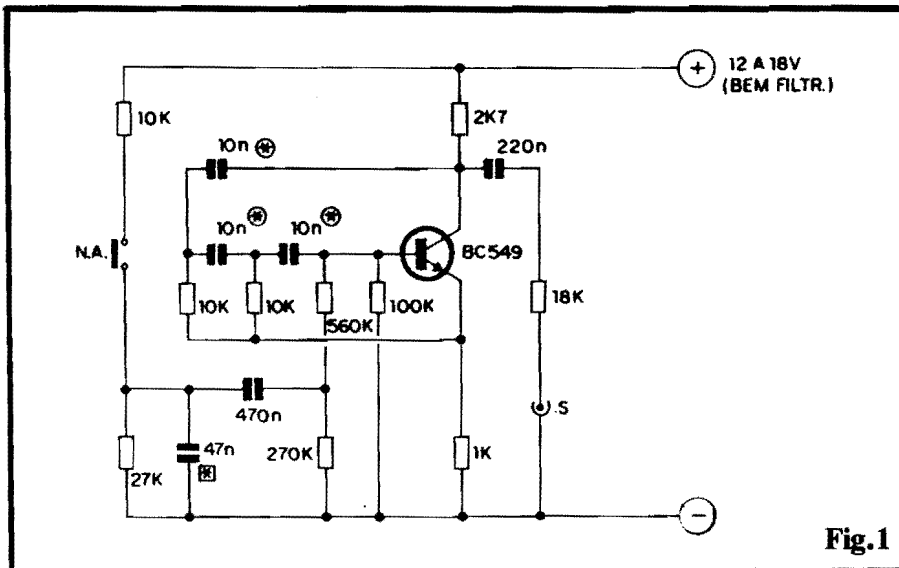

Fig. 1
- FIG. 1 - DIAGRAMA ESQUEMÁTICO DO CIRCUITO - Um único transistor, conforme já foi dito, realiza todo o trabalho fundamental no circuito, cujo arranjo é conhecido como "oscilador por desvio de fase". O tal "desvio" ou "rotação" de fase, é promovido pela sequência de resistores de 10K e capacitores de 10n, realimentando a saída do bloco à sua entrada (base do BC549...), com o que se consegue uma manifestação senoidal, bastante "rica", difícil de ser obtida em outras configurações circuitais... A polarização básica do transistor, contudo, não é "livre" ou "permanente" (se assim fosse, teríamos apenas a geração de um tom fixo de áudio, na Frequência determinada pelos mencionados resistores/capacitores...), mas sim aplicada na junção dos resistores de 560K e 270K, na forma de um pulso determinado pelo valor da capacitância de 470n, devidamente "excitada" pelo momentâneo "fechamento" do interruptor N.A., ao positivo da